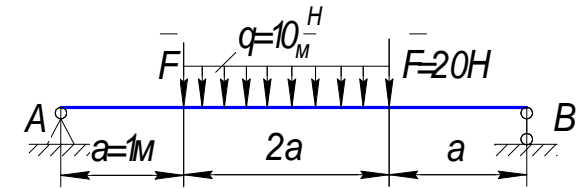

Рис.2.35
2.66. Построить эпюры изгибающих моментов и поперечных сил для балки, показанной на рис.2.35. Найти диаметр круглого поперечного сечения балки при $[\sigma] = 110 \text{ МПа}$